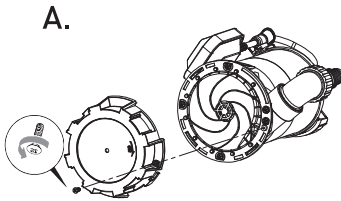

Abb. 13
- Demontieren Sie die Abdeckplatte an der Unterseite der Pumpe, um an die Lufteinlassöffnung (5) zu gelangen (siehe Abb. 13).